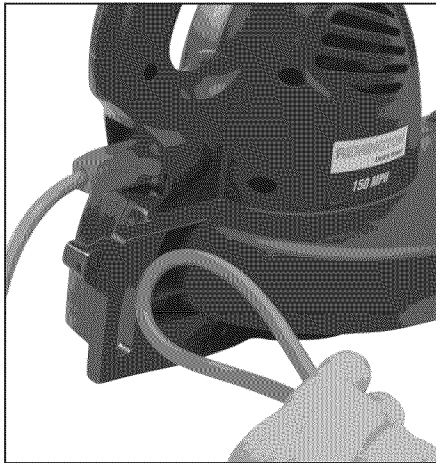

Figura 4 - Inserción del lazo del cordón de extensión en la ranura para el cordón
2. Haga un lazo en el cordón de extensión e inserte el lazo por la ranura para el cordón de la caja de la sopladora. (vea la Figura 4, vea en la página 19).